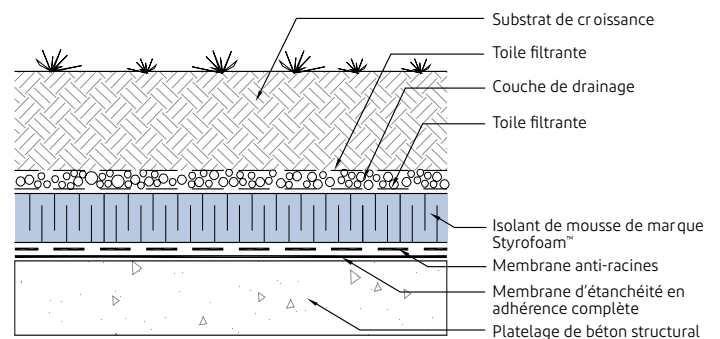

Figure 7: Option 3 - Couche de drainage constituée d'un matelas et d'un filtre de commerce*
- Tout autre produit qui offre un drainage suffisant tout en assurant un contact direct minimum avec l'isolant sous-jacent (Figure 7).